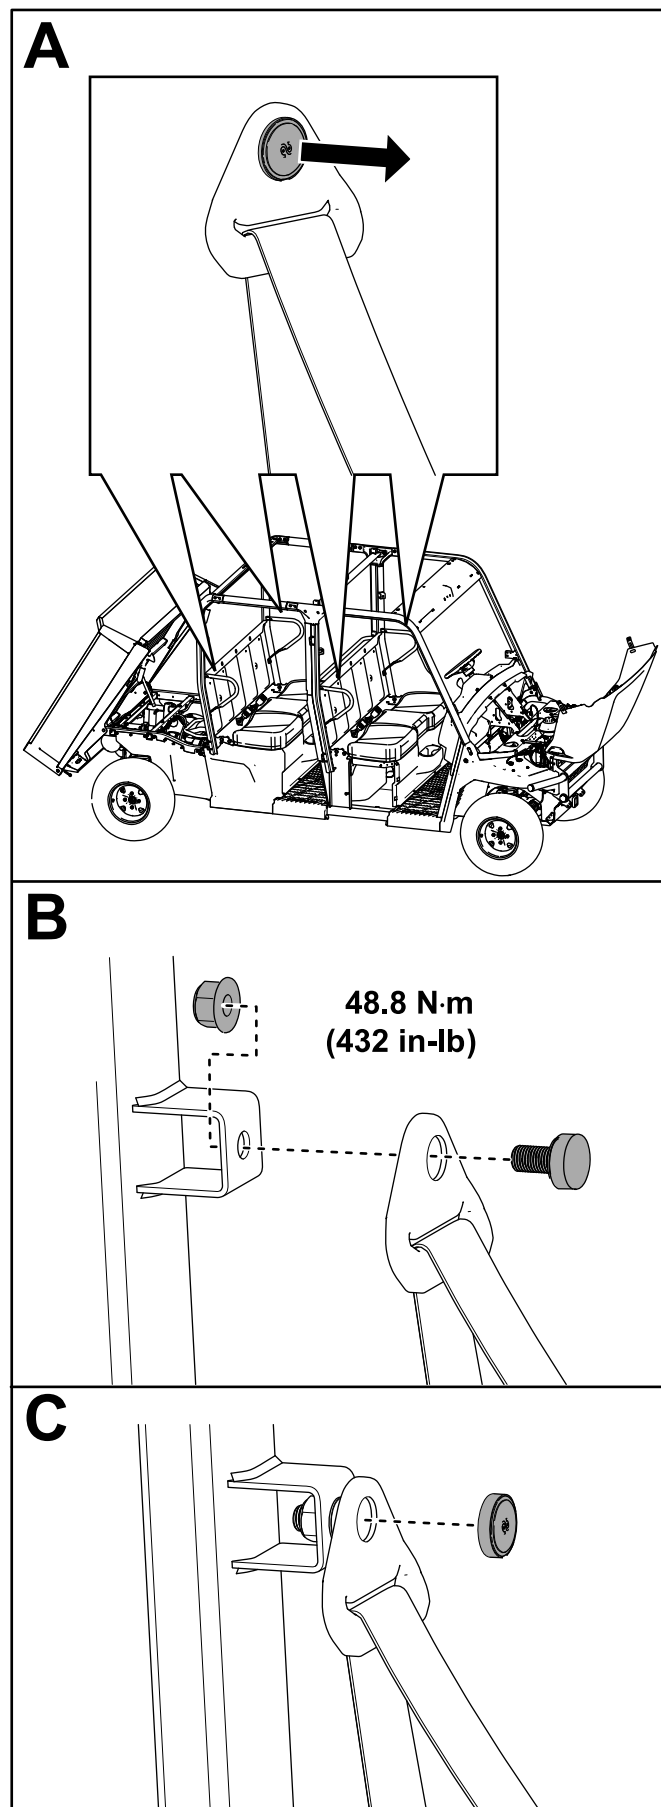

Figure 60
- A. Retirez le cache de la partie supérieure de la ceinture de sécurité (Figure 60).
- B. Insérez la ceinture de sécurité dans son support sur l'arceau de sécurité et fixez-la en place avec un contre-écrou (7/16 po), comme montré à la Figure 60.
Serrez le contre-écrou (7/16 po) à 48,8 N·m (432 po-lb), comme montré à la Figure 60.
- C. Remettez le bouchon en place (Figure 60).